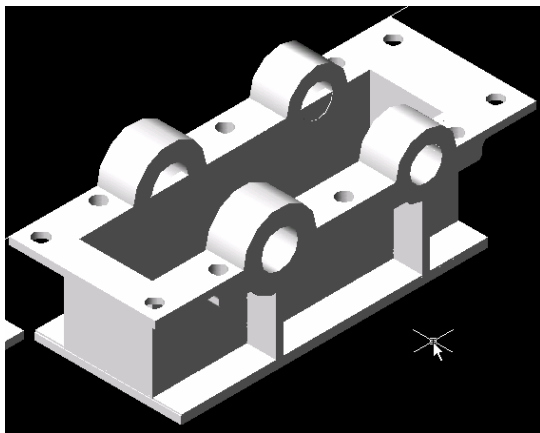

图 12-2-25
STEP 06 在上底座和内腔相交的地方建立一个长方体, 用布尔差集运算把箱体上底座在内腔中的部分减掉, 显示出内腔, 如图 12-2-25 所示。